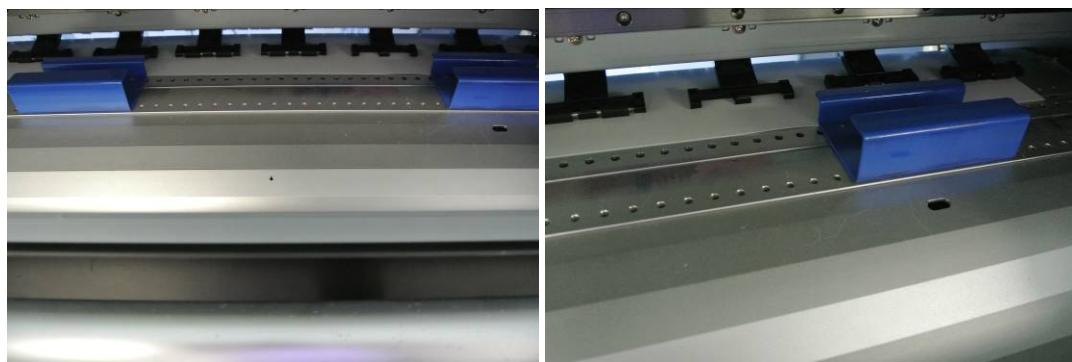

Figure 4 Emplacement des butées pour la mise en place des médias sous forme de plaque
- Si le support est rigide sous forme de plaque (carton plat, carton ondulé) : mettre la machine en configuration de médias rigides (tables supports et table de guidage mises en place comme sur la Figure 1). Mettre en place les 2 butées bleues comme illustré sur la Figure 4 et plaquer l'avant de la plaque du média contre les butées. Abaisser le levier de verrouillage pour abaisser les patins et maintenir le média. **Retirer les butées bleues.**